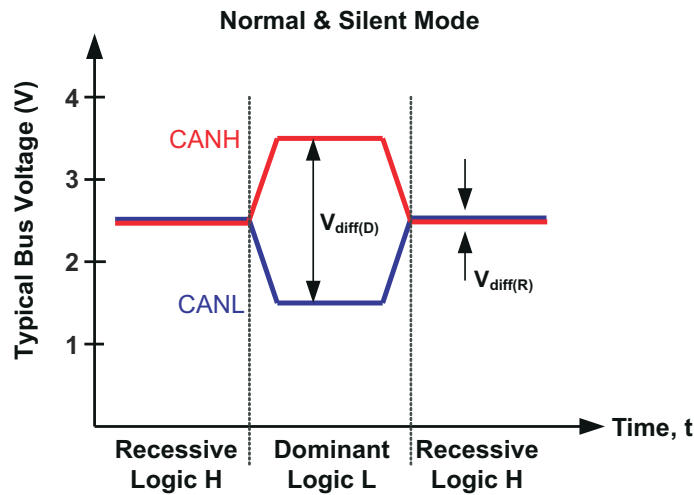
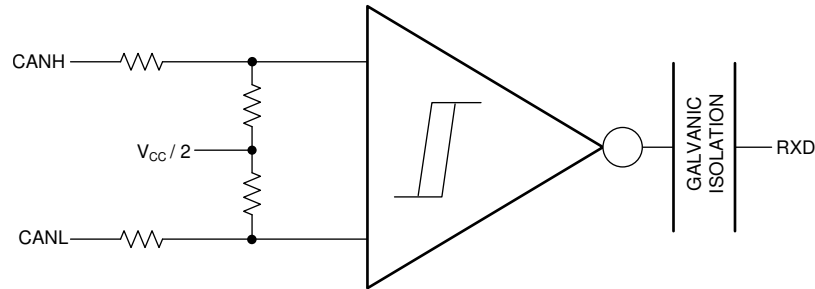

図 8-1. バスの状態 (物理的ビット表現)
図 8-2. リセッシブ同相バイアスとレシーバの概略図
CAN バスには、動作中に「ドミナント」と「リセッシブ」の 2 つの状態があります。ロジック Low に相当するドミナント・バス状態は、ドライバによってバスが差動駆動される場合です。リセッシブ・バス状態は、バスがレシーバの高抵抗の内部入力抵抗を介して  $V_{CC}/2$  のコモン・モードにバイアスされる場合であり、ロジック High に相当します。CAN ノードのホスト・マイクロプロセッサは、TXD ピンを使用してバスを駆動し、RXD ピンでバスからデータを受信します。図 8-1 および 図 8-2 を参照してください。
(1) H = High レベル、L = Low レベル、Z =  $V_{CC}/2$  への同相 (リセッピブ) バイアス。バスの状態と同相バイアスの情報については、図 8-1 および 図 8-2 を参照してください。